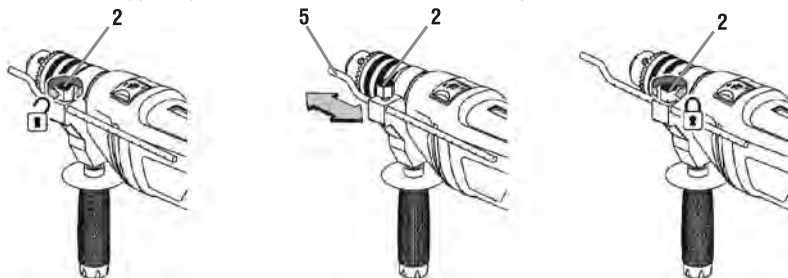

fig. 3 – utilización del limitador de velocidad
Utilice el limitador de profundidad (5) para ajustar la profundidad de perforación deseada, fig. 3.